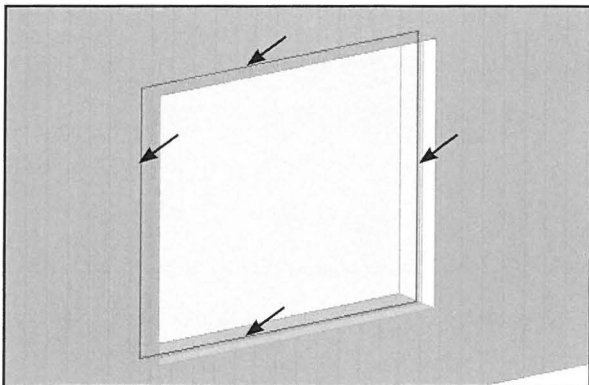

Fig. 17.29. Rediger linierne omkring glasset, eller slet dem og optegn nogle nye.
- Slet de 4 lyserøde linier der danner profilet af glasset (Fig. 17.29).